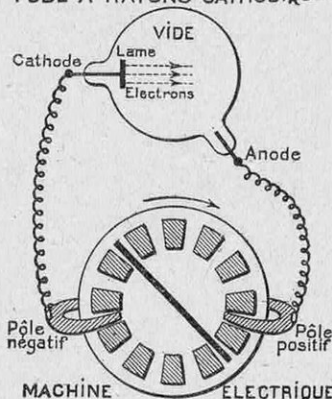

FIG. 2. — UN MOYEN DE LIBÉRER DES ÉLECTRONS
liards de milliards d'obstacles par centimètre cube. D'où la nécessité d'opérer dans un vide relatif — un cent-millième d'atmosphère, par exemple (1) — et nous avons ainsi réalisé un tube « à décharge disruptive » (fig. 2).
2o *Le radium.* — Cette expérience sur les rayons cathodiques, que nous effectuons avec des conducteurs et des isolants intelligemment disposés (fig. 2), le monde extérieur nous l'offre toute montée dans l'atome de radium (tableau page 288). Cet atome, qui ne possède pas moins de 88 électrons planétaires, est pourvu d'un noyau, lui aussi extraordinairement complexe ; les noyaux lourds sont instables et explosent spontanément (transmutations radioactives) ; au cours de ces explosions, il peut y avoir projection d'électrons (rayons bêta), ce qui prouve que les